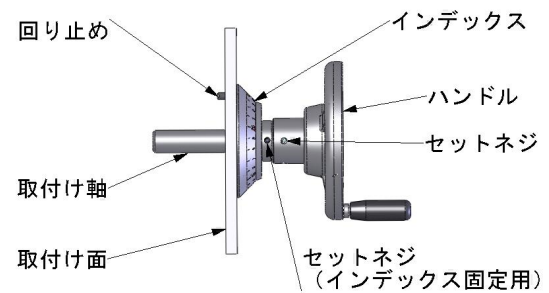

図1
- 1) インデックスを取付け面に強く押す事は避け、軽く当てる程度としてセットネジで軸に固定してください。(図1参照)